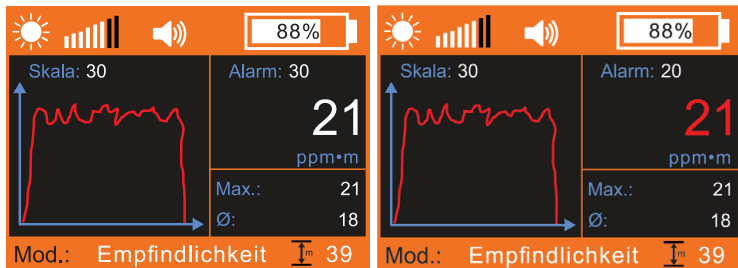

Abb. 8: Messbetrieb – Darstellung des aktuellen Messwertes
- Der aktuelle Messwert wird rot angezeigt (Abb. 8, Bild rechts).